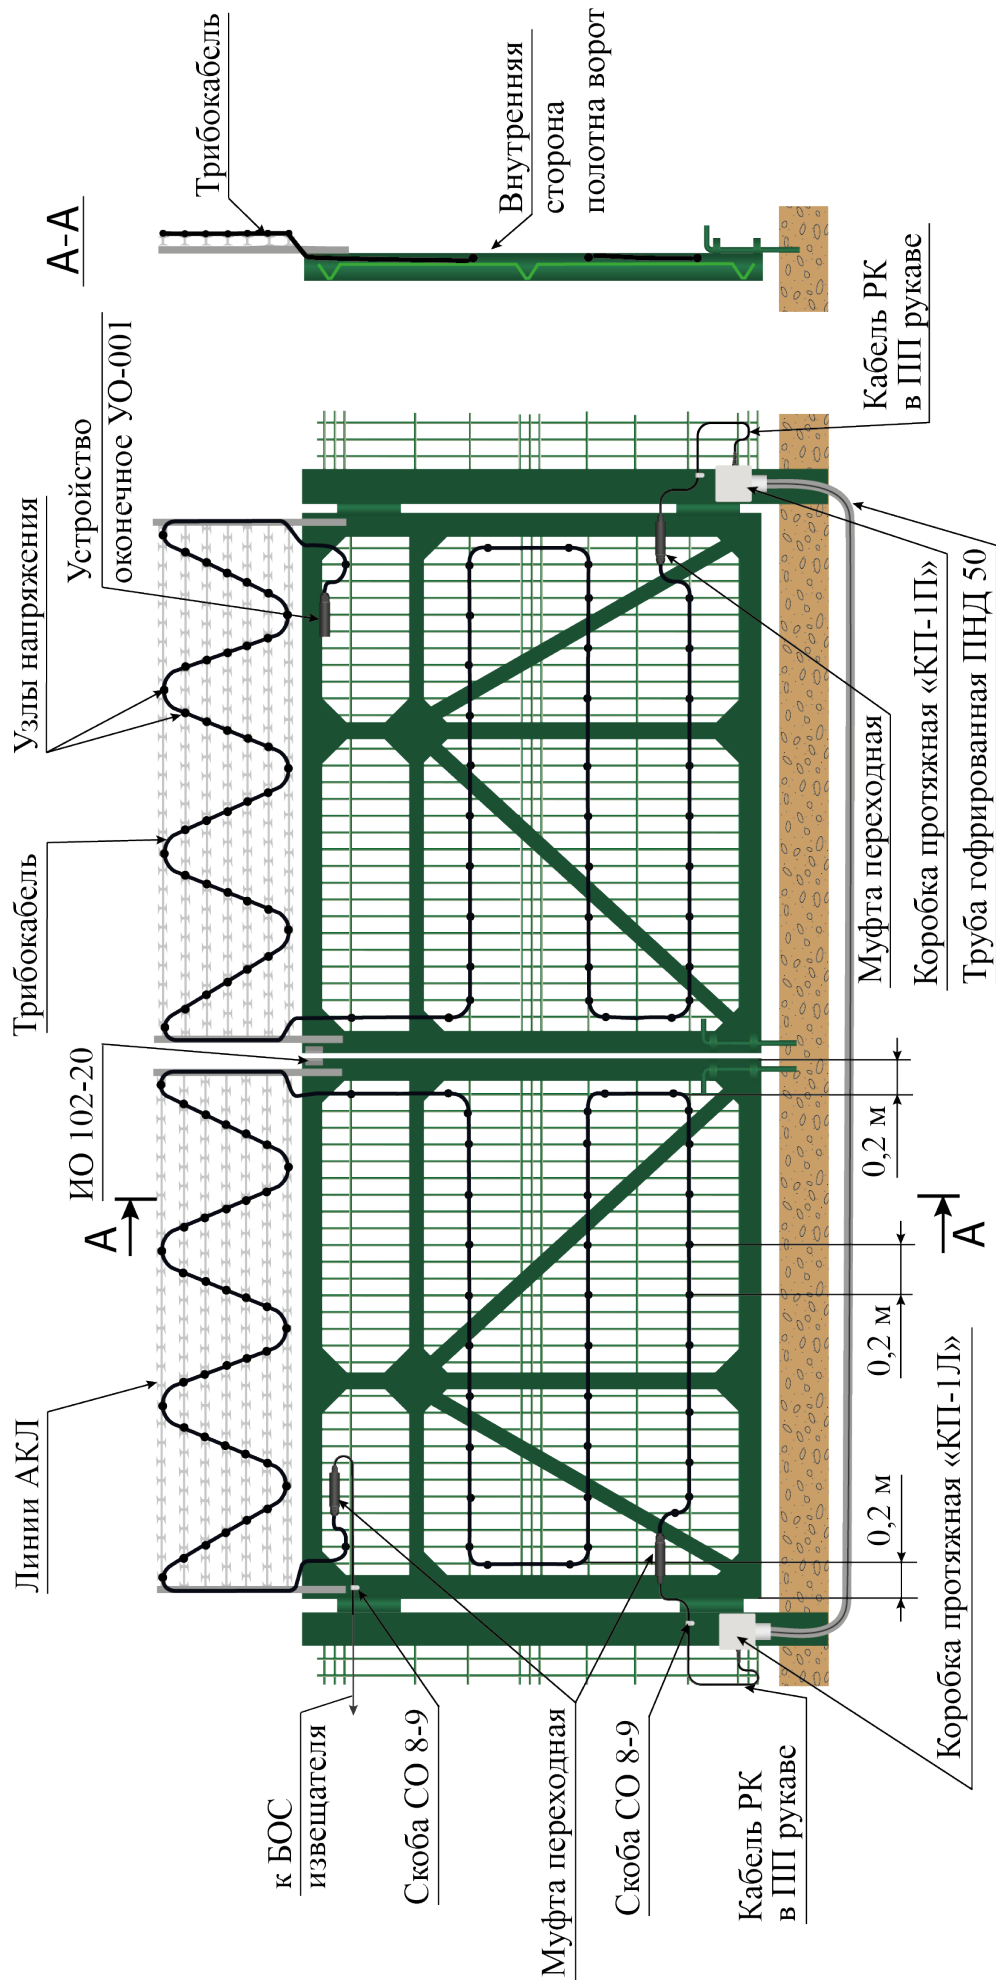

Рисунок 3.2.3 – Вариант прокладки ЧЭ (трибокабеля) по полотну ворот из сварных решетчатых 3-D панелей и дополнительном ограждении из линий АКЛ
3.6.4 Монтаж ЧЭ на дополнительное гибкое заграждение (козырёк) из колючей проволоки (рисунок 3.2.3)